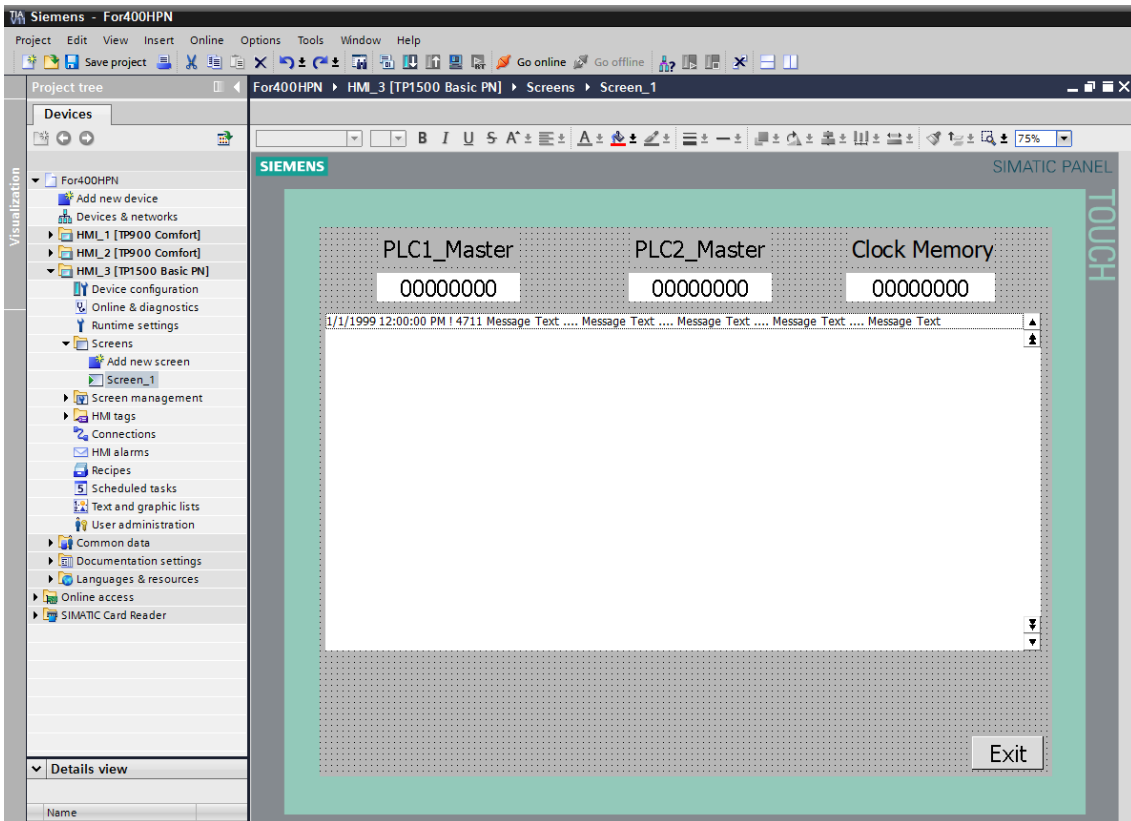

图 12
(J) 在 Screen 中添加测试画面，显示所有变量和报警信息，如图 12 所示。